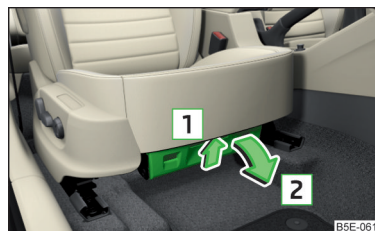

Fig. 88
- Para **abrir**, tirar el tirador en el sentido de la flecha **1** y abrir el compartimento en el sentido de la flecha **2** » fig. 88.